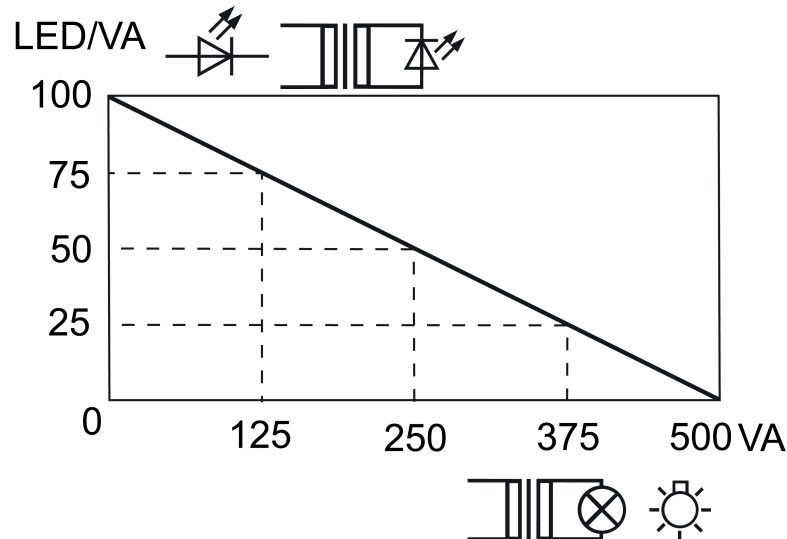

Bild 4: Lastkurve Mischlasten
- i** Mischlastbetrieb von LED-Lampen oder Kompaktleuchtstofflampen mit anderen zulässigen Lastarten möglich. Lastkurve (Bild 4) beachten.